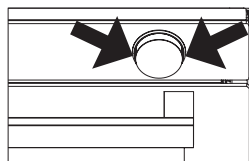
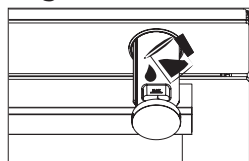
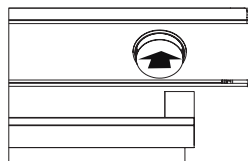
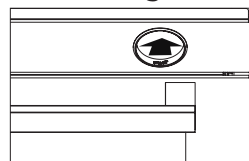

Abbildung 8
Abbildung 9
Abbildung 10
Abbildung 11
**1.** Nehmen Sie den Wasserbehälter heraus, indem Sie ihn an den mit dem Pfeil gekennzeichneten Stellen herausziehen. Befüllen des Wasserbehälters (siehe Abbildung 8) und schieben Sie ihn in Pfeilrichtung in die Ausgangsposition, um ihn zu platzieren. (siehe Abbildung 9) (siehe Abb. 10) Nach 10 Minuten Vorheizen schieben Sie den Wasserbehälter in Pfeilrichtung, bis Sie ein "Klick" hören. (siehe Abbildung 11)